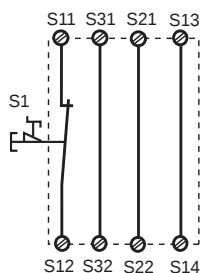
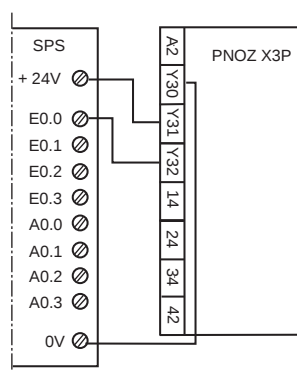

Fig. 2: Circuito de entrada monocal, rearme automático/Circuito di ingresso monocal, start automatico/Eenkanalig ingangscircuit, automatische start
Fig. 11: Ejemplo de conexión para salida de semiconductor/Esempio di collegamento per uscita a semiconduttore/Aansluitvoorbeeld van halfgeleideruitgang
En las Fig. 2 ... a Fig. 11 se presentan ejemplos de conexión para modo de conexión de parada de emergencia con rearme automático y manual, control de puerta protectora así como multiplicación de contactos mediante contactores externos.
- Fig. 2 y 7: **no hay** conexión S33-S34
In Fig. 2 ... Fig. 11 sono riportati degli esempi di collegamento per il cablaggio dell'arresto di emergenza con start automatico e controllato, per il controllo finecorsa di ripari mobili, nonché per l'aumento del numero dei contatti mediante relè esterni.
- Fig. 2 e 7: **nessun** collegamento S33-S34
In fig. 2 ... fig. 11 worden aansluitvoorbeelden gegeven van noodstop-schakeling met automatische en bewaakte start, hekbewaking en contactvermeerdering door middel van externe magneetschakelaars.
- Fig. 2 en 7: **geen** verbinding S33-S34